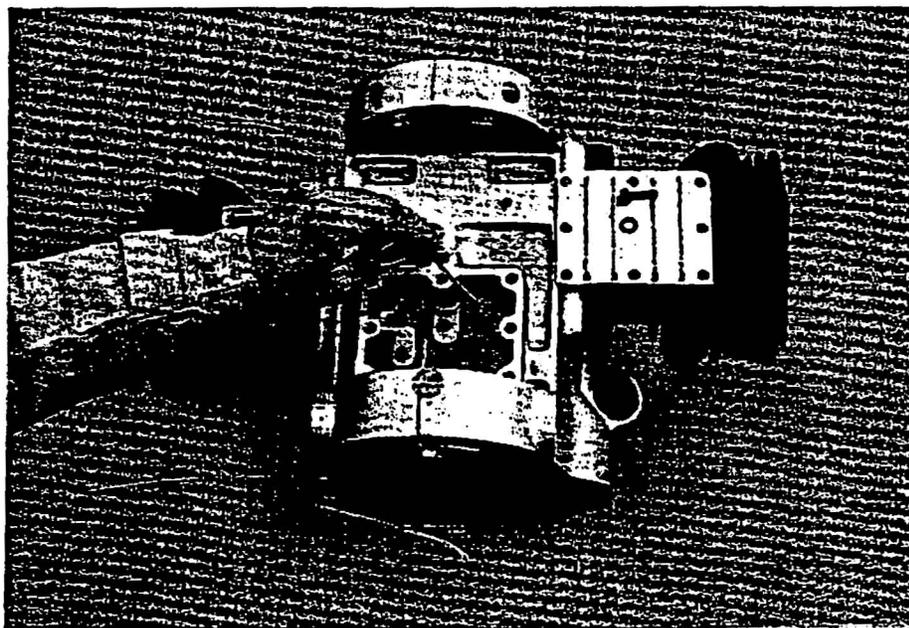

Fig. 10
- Man kontrolliere, ob die Rücklaufbohrung in der Entlüfterkammer noch frei ist. Wenn nicht, genügt es, dieselbe mit einem Eisendraht von 2 mm Dicke durchzustechen (s. Fig. 10).
- Contrôler si le perçage de retour dans la chambre du reniflard est libre. Sinon passer un fil de fer de \varnothing 2 mm. pour le déboucher (voir fig. 10).